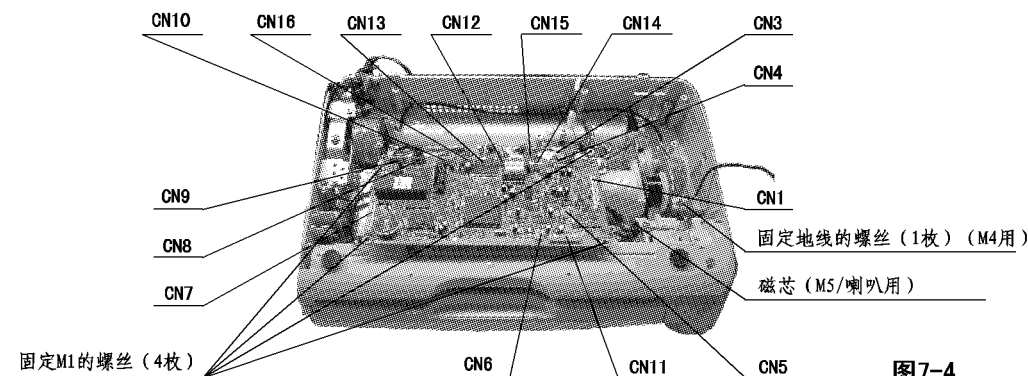

图7-4
- e) 拔出CN1后, 拆卸M4电路板 (图7-4)。
- f) 拆卸固定M4电路板用地线的螺丝 (1枚) (图7-4)。
- g) 拆卸CN3-16 (图7-4)。
- h) 拆卸固定M1电路板的螺丝 (4枚), 拆卸M1电路板 (图7-4)。
(2) M5(电话开关) 电路板的拆卸方法
- a) 拆卸M4电路板 (7-1 (1))。
- b) 拆卸M1电路板的CN5, 6, 11 (图7-4)。
- c) 拆卸磁芯 (图7-4)。